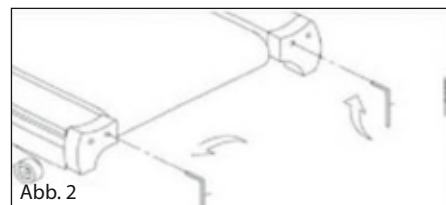

Abb. 2
2.2. Zentrieren der Lauffläche (Abb. 2):